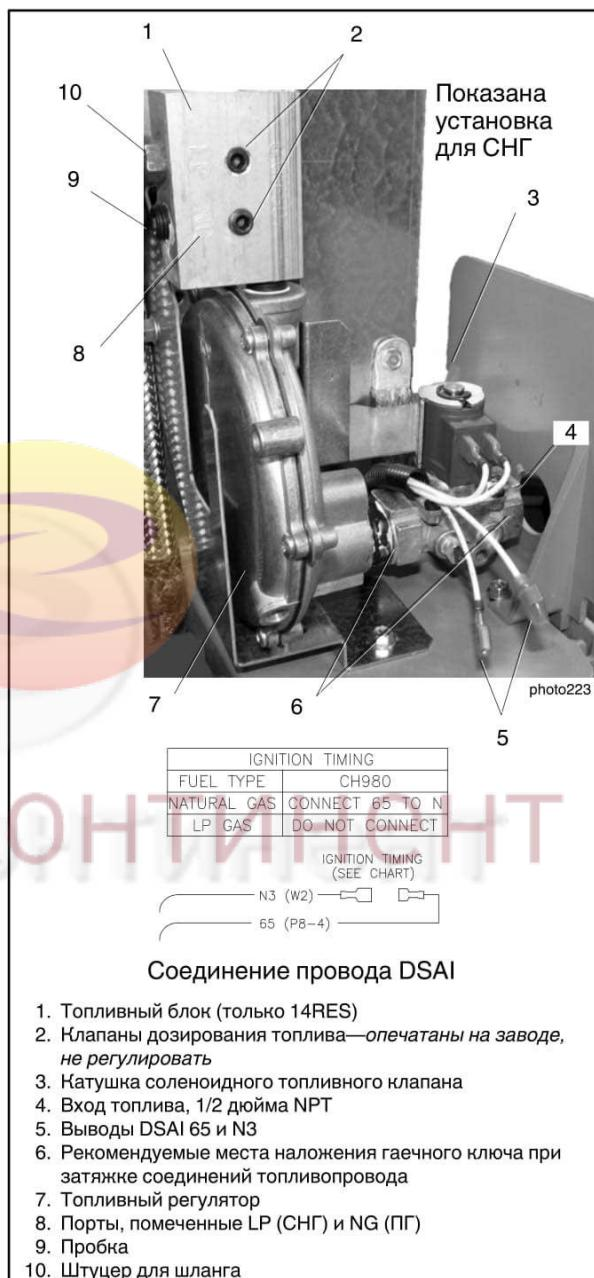

Рис. 1-9 Топливная система RESA14 с топливным блоком (производство до 26 июня 2014 г.)
Примечание: В генераторных установках RESA14 изготовленных до 26 июня 2014 г., для выбора типа топлива предусмотрен топливный блок. Для смены топлива см. Рис. 1-9 и воспользуйтесь инструкциями этого раздела.
Для перехода от природного газа (ПГ) к СНГ действуйте следующим образом. Расположение компонентов топливной системы см. Рис. 1-9.
5. Снимите хомут и топливный шланг с штуцера топливного блока. См. Рис. 1-9.
6. Снимите штуцер шланга с выходного порта природного газа на топливном блоке. См. Рис. 1-9.
7. Извлеките пробку из порта СНГ на топливном блоке. См. Рис. 1-9.
11. Для СНГ разъедините провода 65 и N3 цифровой системы опережения зажигания (DSAI). Провода DSAI находятся возле соленоидного топливного клапана. См. Рис. 1-9.
Для перехода от СНГ к природному газу выполните описанную выше процедуру смены топлива перенесите штуцер для шланга в порт природного газа и закройте пробкой порт СНГ. Для природного газа соедините провода DSAI. См. Рис. 1-9.
Примечание: В генераторных установках RESA14 изготовленных до 26 июня 2014 г., для выбора типа топлива предусмотрен топливный блок. Для смены топлива см. Рис. 1-9 и воспользуйтесь инструкциями раздела 1.8.1.